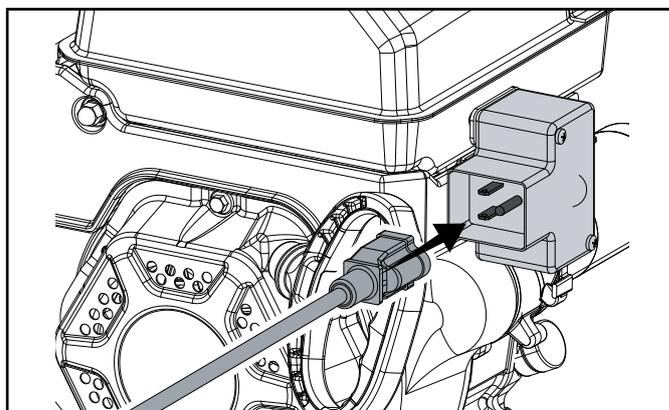

Figure 17
5. Pour un démarrage électrique, vous pouvez également brancher le cordon électrique fourni dans le démarreur. Appuyez sur le bouton du démarreur électrique et assurez-vous que la tension d'alimentation principale est 120 V~ 60 Hz. (figure 17)